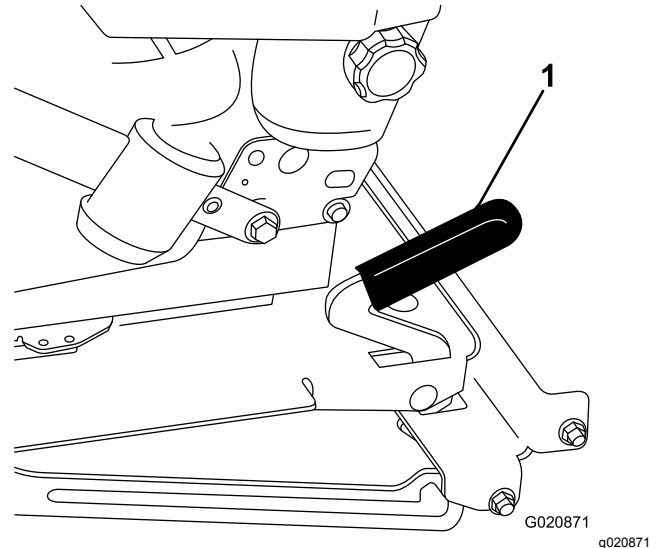

Figure 15
2. Tirez le verrou du siège vers l'avant et soulevez-le pour déverrouiller le siège (Figure 15).